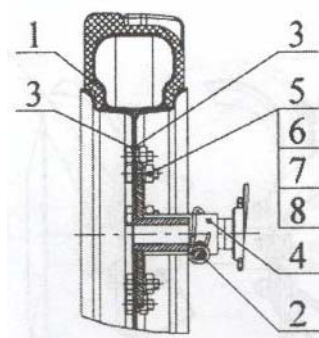

Рис. 5
2. Установите мотоблок на устойчивые подставки и вынув стопор 2 (см. Рис. 5), снимите колеса с выходного вала редуктора.